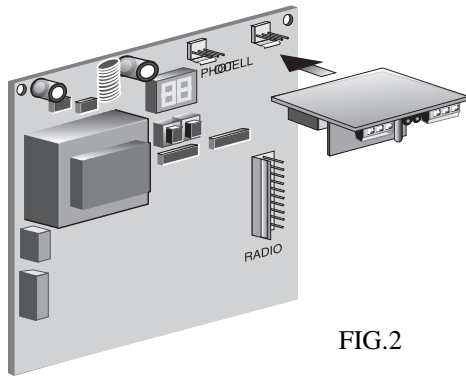
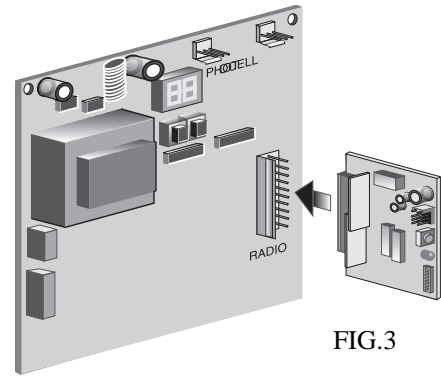

FIG.2
FIG.3
- La conexión al borne 41 no deberá efectuarse si se acopla el amplificador de fotocélula Prastel modelo FT/11SK (Fig. 2 y Fig. 3). En efecto, esta conexión se lleva a cabo previamente.
- La centralita EURO/1MF puede recibir un amplificador de fotocélula Prastel (modelo actual FT/11SK) así como diferentes receptores de radio Prastel monocanales o bicanales (Fig. 3).